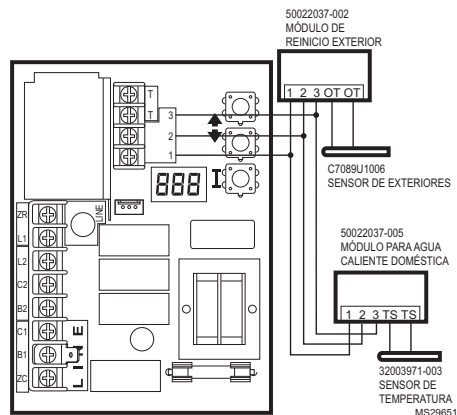

Fig. 6. Cableado del módulo de reinicio exterior y del módulo para agua caliente doméstica.
4. Para conectar el sensor al circuito impreso, presione el conector de la unidad del sensor sobre el conector de acoplamiento del circuito impreso (consulte la Fig. 6).
Consulte la Fig. 6 para ver las conexiones para el módulo de reinicio exterior y el módulo para agua caliente doméstica (DHW). En los diagramas de cableado subsiguientes, estos módulos se mostrarán con una línea de puntos para indicar que son opcionales.